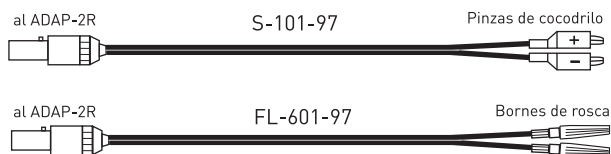

Fig. 11: Cable desechable de Remington Medical Inc. (sólo EEUU)
- **El cable adaptador ADAP-2R** es un cable reutilizable para conectar cables desechables según la fig. 11 (sólo para EEUU) al Reacor D (usar adaptador Redel).